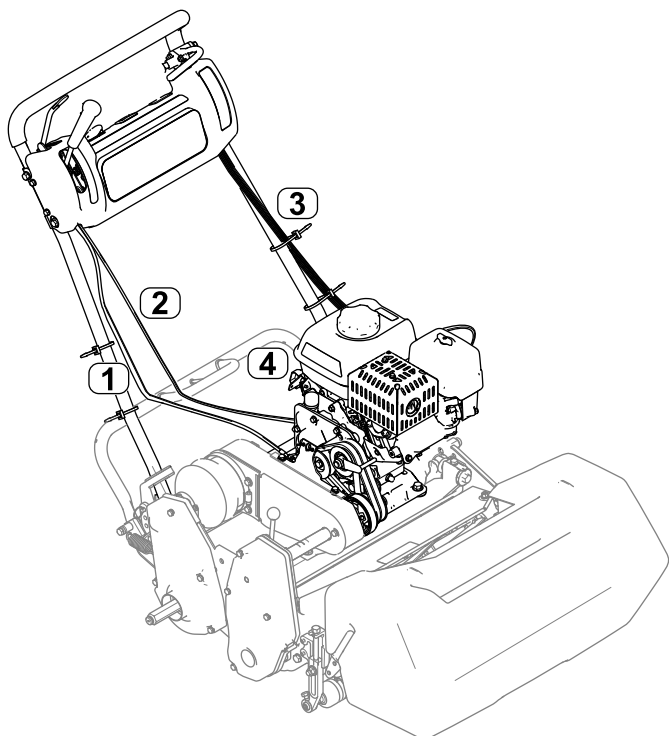

Figura 10
12. Instale el cable del acelerador en la máquina; consulte el *Manual de mantenimiento* de la máquina (Figura 10).
Nota: Observe el enrutado del cable del acelerador, ilustrado en la Figura 10. Enrute el cable por el lado izquierdo del motor y entre la tapa del limpiador de aire y el depósito de combustible.
19. Conecte el arnés de cables al módulo de enclavamiento, y enrute el arnés de cables hacia arriba por el lado izquierdo del manillar (Figura 10).